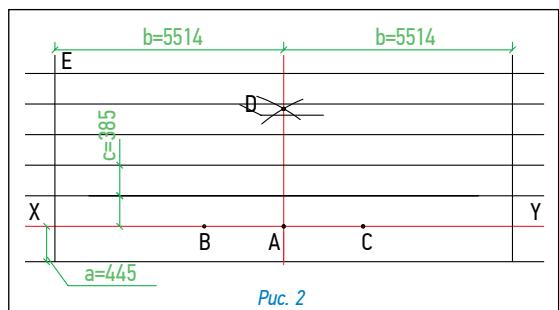
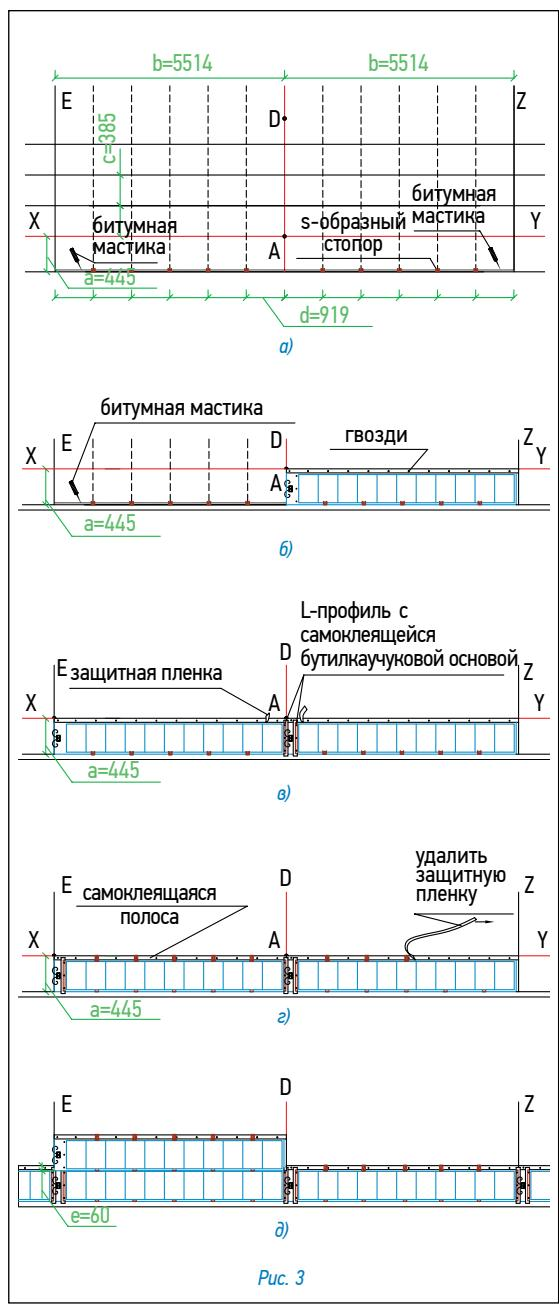

Рис. 2
Рис. 3
Укладка материала (рис. 2)
- следующий ряд укладывается от линии K (со смещением 18,2 см от линии Z) (рис. 2в);
3. Защитную пленку с поверхности самоклеящегося слоя рекомендуется удалять непосредственно перед креплением листа (рис. 2а).
Енды (рис. 3)
2. «Старт Коппо» укладывается с нахлестом 20 см, место нахлеста тщательно обрабатывается битумной мастикой (рис. 3)
- далее непосредственно на материал «Старт Коппо» укладываются листы черепицы, обрезанные в соответствии с заранее отбитыми линиями (рис. 3)
Разметка крыши (рис. 2)
Укладка ТЕГОСОЛАР (рис. 3)
- Вдоль линии карниза установите кляммеры-стопоры с шагом 91,9 см согласно разметке (рис. 3а);
- далее в кляммеры-стопоры аккуратно вставьте панели и зафиксируйте их по нижнему краю битумной мастикой, по верхнему – гвоздями с шагом 25 см через специально отведенные отверстия (рис. 3б);
- далее для обеспечения герметичности соединения панелей установите L-профиль, имеющий самоклеящуюся бутилкаучуковую основу (рис. 3в); L-профиль закрепите гвоздями через предусмотренные в нем отверстия;
- перед укладкой второго ряда черепицы снимите защитную пленку с верхней части уложенной черепицы первого ряда (рис. 3г);
- по верхнему краю уже уложенного первого ряда панелей установите кляммеры-стопоры с шагом 91,9 см согласно разметке (рис. 3г) и закрепите гвоздями через специально предусмотренные в них отверстия;
- следующую панель аккуратно вставьте в кляммеры-стопоры таким образом, чтобы нахлест на ранее установленные панели первого ряда составлял 6 см и она частично перекрывала уже установленные L-профили (рис. 3д);
- закрепите панели при помощи гвоздей с шагом 25 см через специально отведенные отверстия (рис. 3д);
Гвозди, которыми была закреплена основная черепица, должны быть закрыты, поэтому укладка панелей в этом случае начинается ниже линии крепления черепицы. Уровень этой линии для некоторых моделей черепицы TEGOLA приведен на рис. 4. Далее разметку и укладку панелей следует выполнять согласно рис. 2 и рис. 3.
- укладка черепицы начинается от линии AD, при этом ее верхний край выравнивается по линии XY (рис. 2б);
- следующий ряд укладывается от линии Z (со смещением 16,6 см от AD) (рис. 2б);
Каждый лист черепицы крепится 4 гвоздями в штатных местах (ось гвоздей на линии битумных kleевых полос) таким образом, чтобы гвоздь прошивал и верхний край нижележащего листа черепицы (рис. 2б).
Ендова (рис. 3)
- ровно по центру ендovy расстилается специальный рулонный материал «Аква-ролл», фиксируется в верхней части двумя гвоздями и обрезается в нижней части по линии карниза (рис. 3а);